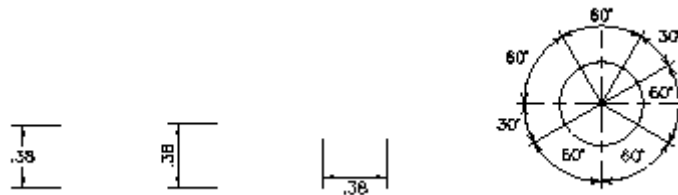

图 8-19 垂直标注尺寸的文本放置样式
- Vertical Position (垂直标注的尺寸)。单击右边的下拉箭头将出现 4 种文本放置的形式, 分别为尺寸线中间 (Centered) (如图 8-19 左一所示)、上方 (Above) (如图 8-19 左二所示)、外面 (Outside) (如图 8-19 右二所示)、日本工业标准 (JIS) (如图 8-19 右一所示)。